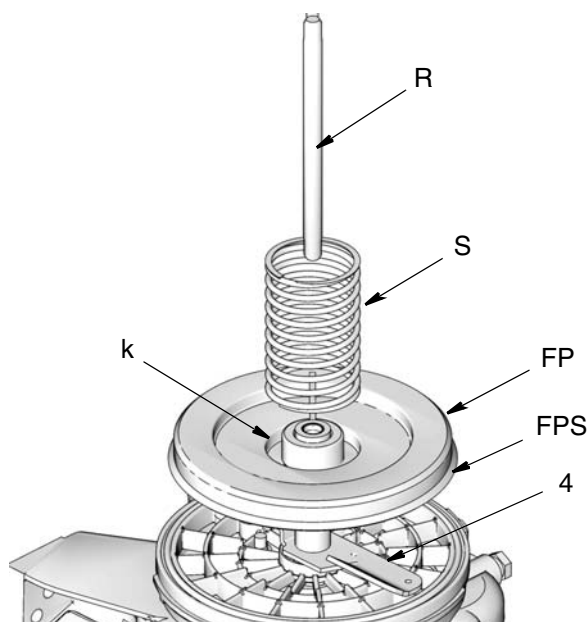

FIG. 15
- b. Instale el plato seguidor (FP) en la paleta agitadora (4). Asegúrese de que el sello (FPS) apunte hacia abajo (hacia el plato aplastador) como se muestra en FIG. 15.